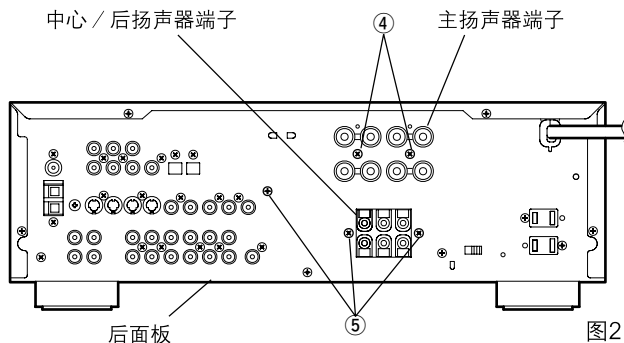

图2
- a. 将固定主扬声器端子的④的2个螺钉卸下。(图2)
- c. 将固定中心 / 后扬声器端子和散热器的⑤的3个螺钉卸下。(图2)